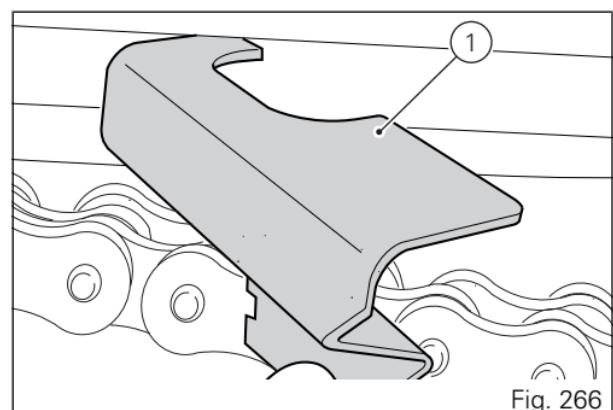

Fig. 266
El calibre de tensión cadena (1) debe introducirse entre el basculante y el patín cadena inferior, en correspondencia con la fijación central del patín cadena (Fig. 266).